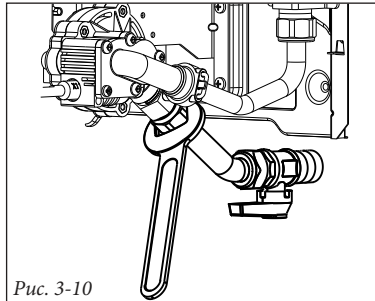

Рис. 3-10
- отсоедините трубку подачи воды (Рис. 3-10);